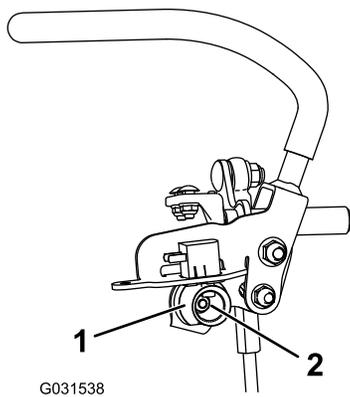

Рисунок 83
6. Ослабьте гайку, удерживающую кулачок (Рисунок 83).